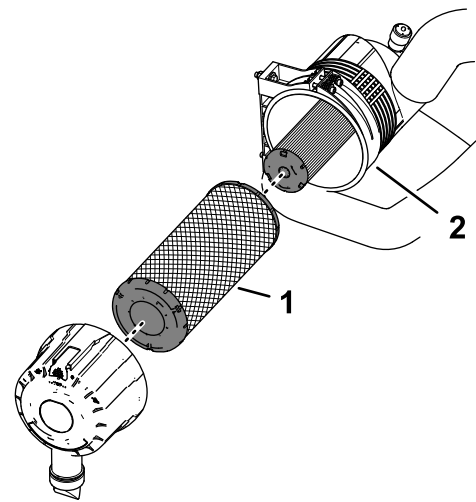

Figura 75
7. Retire el elemento del filtro primario (Figura 75).